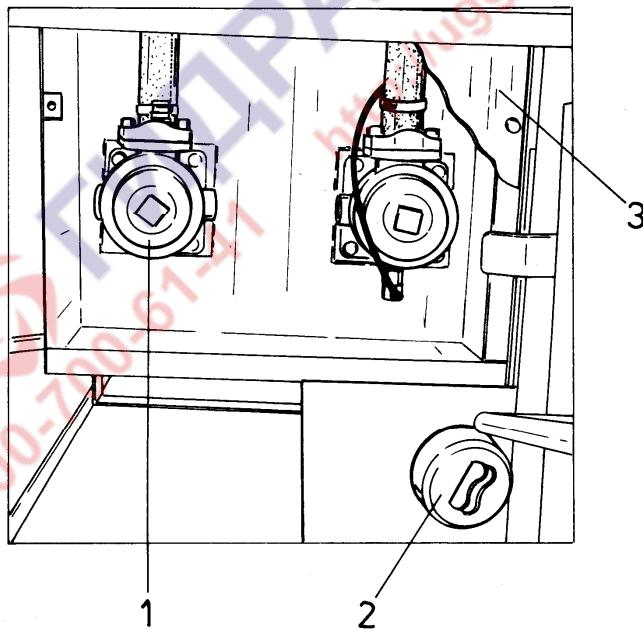
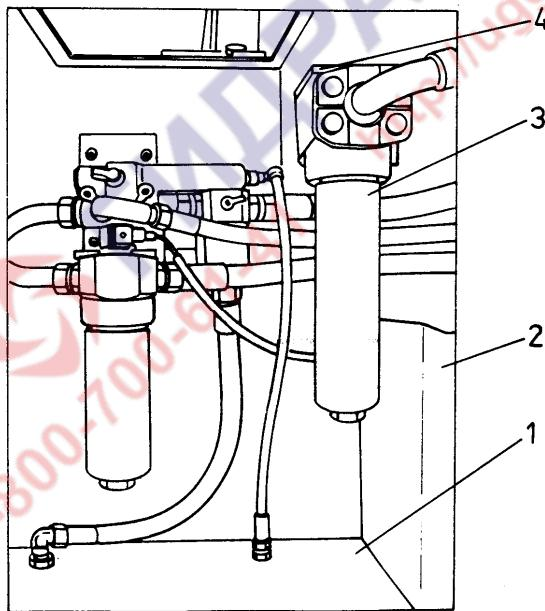

Рис. 5.56. Размещение возвратных фильтров и сапуна бака гидросистемы (вид сверху)
Рис. 5.58. Размещение напорного масляного фильтра гидросистемы поворота
4. При необходимости открутить пробку заливной горловины (2, Рис. 5.56) и долить масло до требуемого уровня, указанного в пункте 3. Марка масла должна соответствовать рекомендуемому в пункте 5.4.5., таблица 2, и в пункте 5.4.6., таблица 3.
4. Открутить крышку (3, рис. 5.56) люка доступа к возвратным фильтрам и дверцы правого бака (2, Рис. 5.58).
- открутить крышку люка фильтров (3, Рис. 5.56);
- открыть дверцы правого бака (2, рис. 5.58);
- выкрутить корпус (6) фильтра из головки (7);
- вынуть фильтрующий элемент (1) и уплотнительные кольца (2) и (3);
- очистить от загрязнений корпус (6) и головку (7) фильтра;
- заменить фильтрующий элемент (1) фильтра, а также при необходимости уплотнительные кольца (2) и (3);